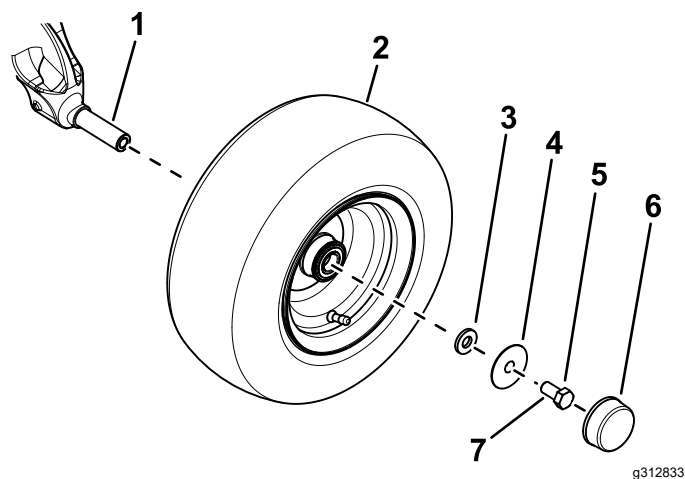

Figura 3
- B. Utilice una arandela pequeña, una arandela grande, y un perno ($\frac{5}{8}$ " x $1\frac{1}{4}$ ") para sujetar la rueda a la mangueta (Figura 3).
D. Instale la tapa guardapolvo en la rueda (Figura 3).